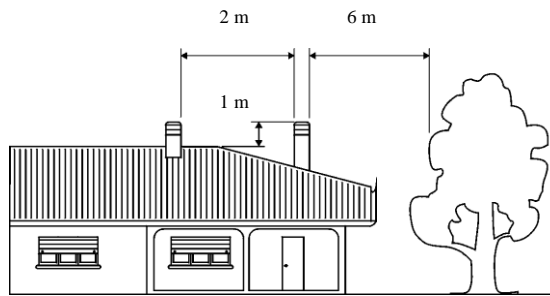

Рисунок 9. Розміщення димаря.
- завершення каміну має знаходитись на відстані 6м від будь-яких перешкод, наприклад: стіни, скелі або дерева. В протилежному випадку необхідно подовжити димар приблизно на 1м понад існуючою перешкодою. Завершення димоходу повинне знаходитись приблизно 1м над поверхнею даху (рисунок 9).